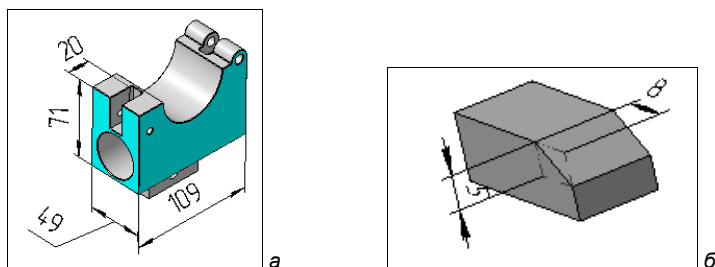

Рис. 29.5. Модели с проставленными линейными размерами
- ◆ нажмите кнопку **Создать объект**. В Дереве модели появился новый элемент **Линейный размер:1**. При простановке нескольких линейных размеров за один вызов команды выбор базового объекта сохраняется. Чтобы выбрать другую базовую плоскость, нажмите кнопку **Указать заново** на Панели свойств. На рис. 29.5, *а* представлена модель **Захват** с проставленными линейными размерами.
При простановке размера между двумя точечными объектами измеряемый отрезок отображается штрихпунктирной линией с двумя точками (рис. 29.5, *б*).